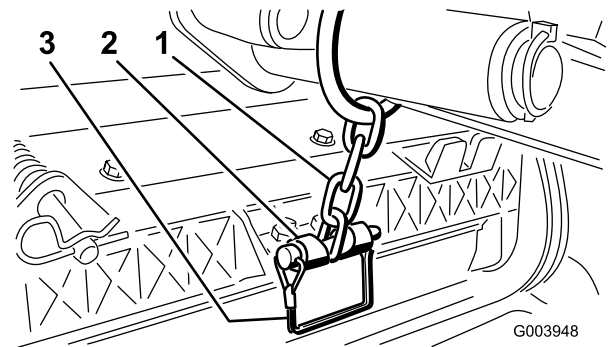

図 12
12. スナッパピンで、昇降アームのチェーンをチェーンブラケットに固定する **図 12**。